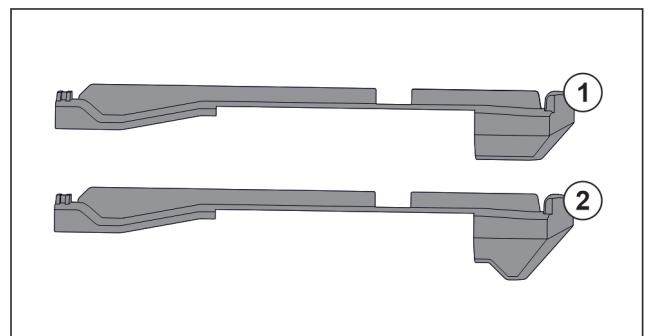

Fig. 74 对比插装件
冰箱中有两种不同的插装件。最底部抽屉上方的插装件 Fig. 74 (2) 有一个三角形的边缘。其他所有的插装件 Fig. 74 (1) 都有一个直的边缘。
- ▶ 将带有三角形边缘的插装件 Fig. 74 (2) 安装在最底部抽屉上方。
- ▶ 将带有直边缘的插装件 Fig. 74 (1) 安装到所有其他的位置上。